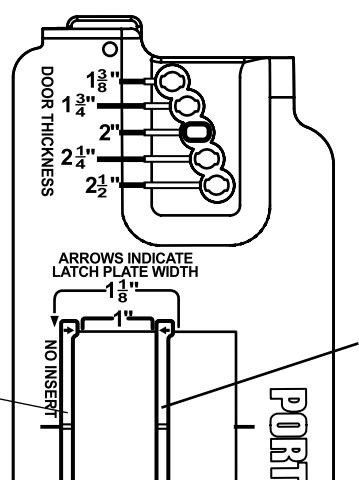
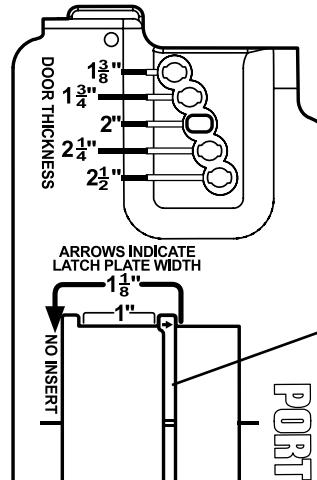
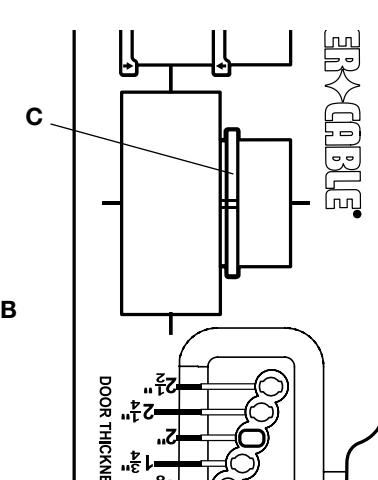

Fig. 1
Fig. 2
Fig. 3
1. **1" wide and 2-1/4" tall.** For this size, use the top window with both inserts (A and B) Fig. 1 oriented as shown.
2. **1-1/8" wide and 2-1/4" tall.** For this size, use the top window with insert (A) Fig. 1 removed and insert (B) oriented as shown in Fig. 2.
NOTE: For these first two sizes, the corresponding strike plate template is formed by removing insert (B) Fig. 1 and 2.
3. **1-1/8" wide and 2-3/4" tall.** For this size, use the bottom window with short insert (C) Fig. 3 in place.
NOTE: For standard strike plates, remove the template's forward insert (B) Fig. 1 before making the cut. For T-shaped strike plates, remove insert (C) Fig. 3 before making the cut.
1. **Largeur de 1 po et hauteur de 2-1/4 po.** Pour cette taille, utiliser la fenêtre supérieure avec les deux plaquettes amovibles (A et B, **fig. 1**) orientées comme indiqué.
2. **Largeur de 1-1/8 po et hauteur de 2-1/4 po.** Pour cette taille, utiliser la fenêtre supérieure, la plaquette amovible (A), **fig. 1**, étant enlevée et la plaquette amovible (B) étant orientée comme le montre la **figure 2**.
REMARQUE : pour ces deux tailles, le gabarit de plaque de gâche correspondant est formé enlevant la plaquette amovible (B), **fig. 1 et 2**.
3. **Largeur de 1-1/8 po et hauteur de 2-3/4 po.** Pour cette taille, utiliser la fenêtre inférieure avec la plaquette amovible courte (C), **fig. 3**, en place.
REMARQUE : Pour les plaques de gâche standard, enlever la plaquette amovible avant du gabarit (B), **fig. 1**, avant d'effectuer la coupe. Pour les plaques de gâche en T, enlever la plaquette amovible (C), **fig. 3**, avant d'effectuer la coupe.
1. **1" de ancho y 2-1/4" de alto.** Para este tamaño, utilice la ventana superior con ambos insertos (A y B, Fig. 1) orientados como se muestra.
2. **1-1/8" de ancho y 2-1/4" de alto.** Para este tamaño, utilice la ventana superior sin el inserto (A) Fig. 1 y con el inserto (B) orientado como se muestra en la **Fig. 2**.
NOTA: Para estos dos primeros tamaños, la plantilla para la placa del encastre del cerrojo correspondiente se forma quitando el inserto (B) **Fig. 1 y 2**.
3. **1-1/8" de ancho y 2-3/4" de alto.** Para este tamaño, utilice la ventana inferior con el inserto corto (C) **Fig. 3** en su lugar.